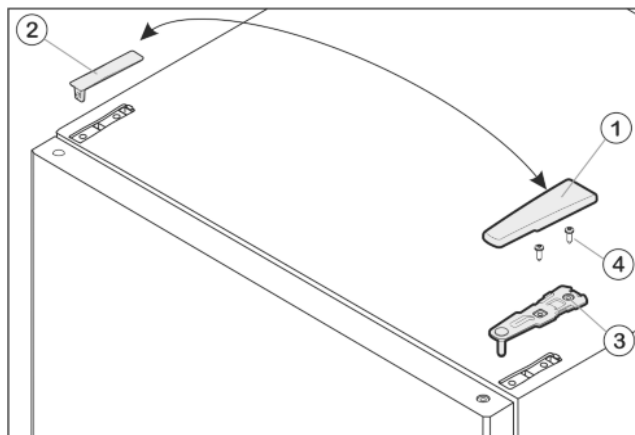

Fig. 8
- Kryt Fig. 8 (1) odoberte smerom dopredu a hore.
- Kryt Fig. 8 (2) nadvihnite.
- Hornú ložiskovú konzolu Fig. 8 (3) odskrutkujte (2 krát Torx® 25) Fig. 8 (4) a odoberte smerom hore.
- Vrchnú ložiskovú konzolu Fig. 8 (3) nasadíte na novej strane závesu do dverí.
- Hornú ložiskovú konzolu **pevne (pomocou krútiaceho momentu 4 Nm)** priskrutkujete (2 x Torx® 25) Fig. 8 (4). Diery na skrutky príp. predpichnete alebo použijete akumulátový skrutkovač.
- Kryt Fig. 8 (1) a kryt Fig. 8 (2) nasadíte vždy na opačnú stranu zvonka a zaklapnete.